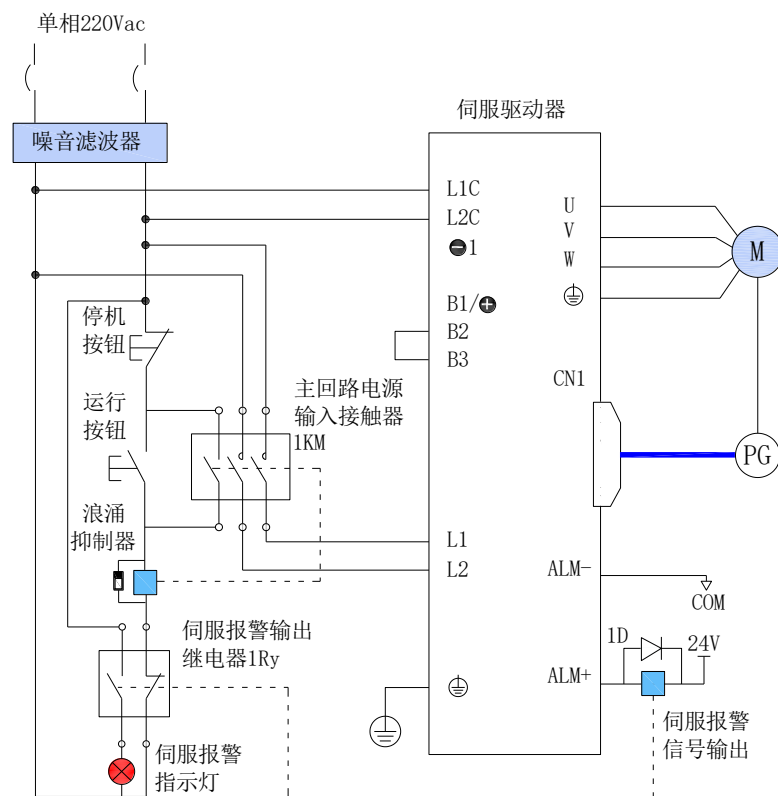
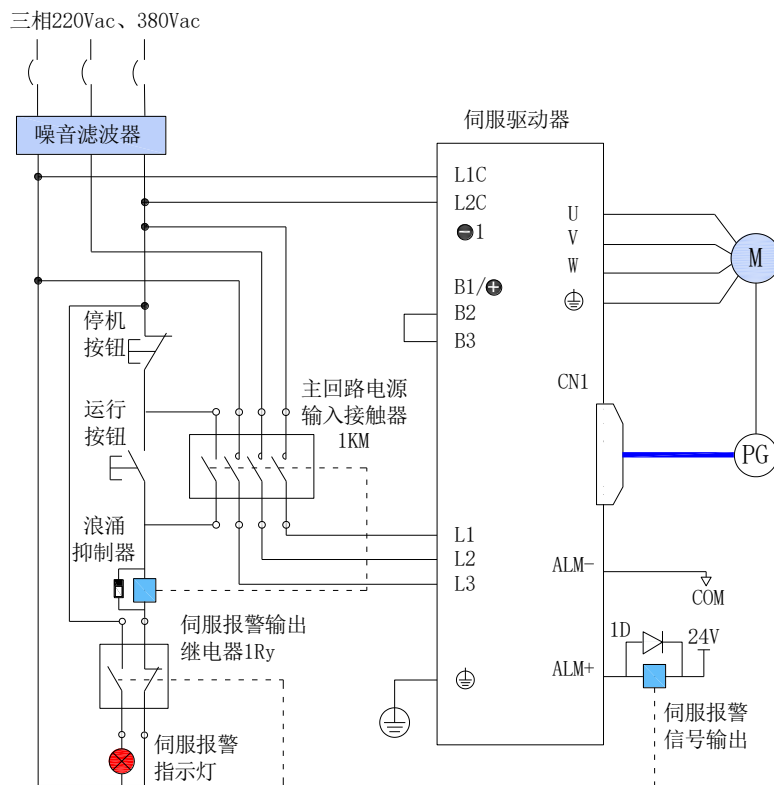

图4-4 单相220V主电路配线
图 4-5 三相 220V、380V 主电路配线
- 请参考图4-4、图4-5连接主电路电源, DO设置为警报输出功能(ALM+/-), 当伺服驱动器报警后可自动切断动力电源, 同时报警灯亮。